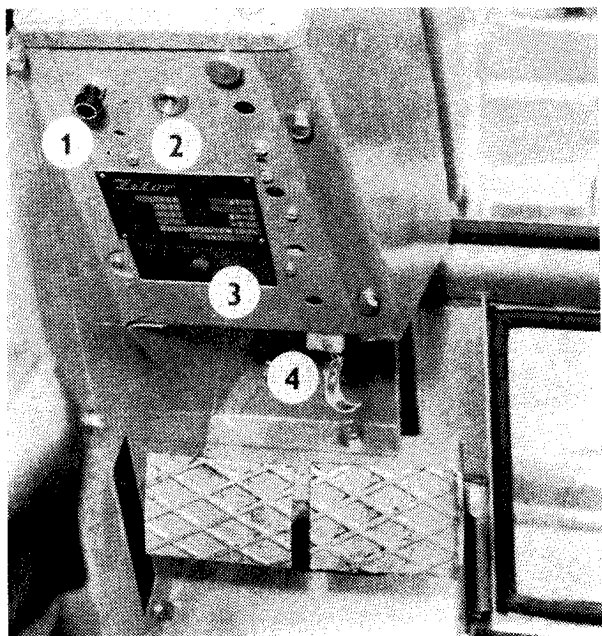

Fig. 2
- Conjoncteur du phare de labourage (fig. 2/1)
- Boîte à fusibles (fig. 2/3)
4. Commande du rideau de radiateur (fig. 2/4).